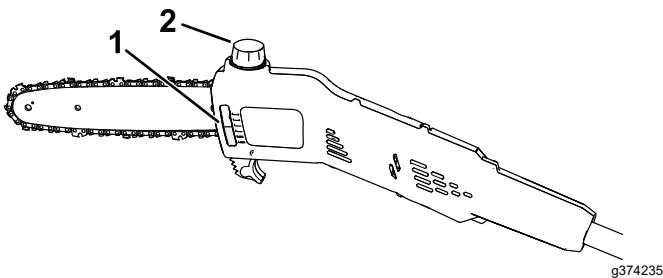

Figura 15
2. Controllate il livello dell'olio attraverso la finestrella. Se l'olio non riempie la finestrella, aggiungete olio per la barra e la catena secondo necessità (Figura 15).
4. Pulite la zona intorno al tappo di riempimento dell'olio (Figura 15).
5. Togliete il tappo e versate l'olio per barra e catena nella sega a palo fino a riempire completamente il serbatoio (Figura 15).